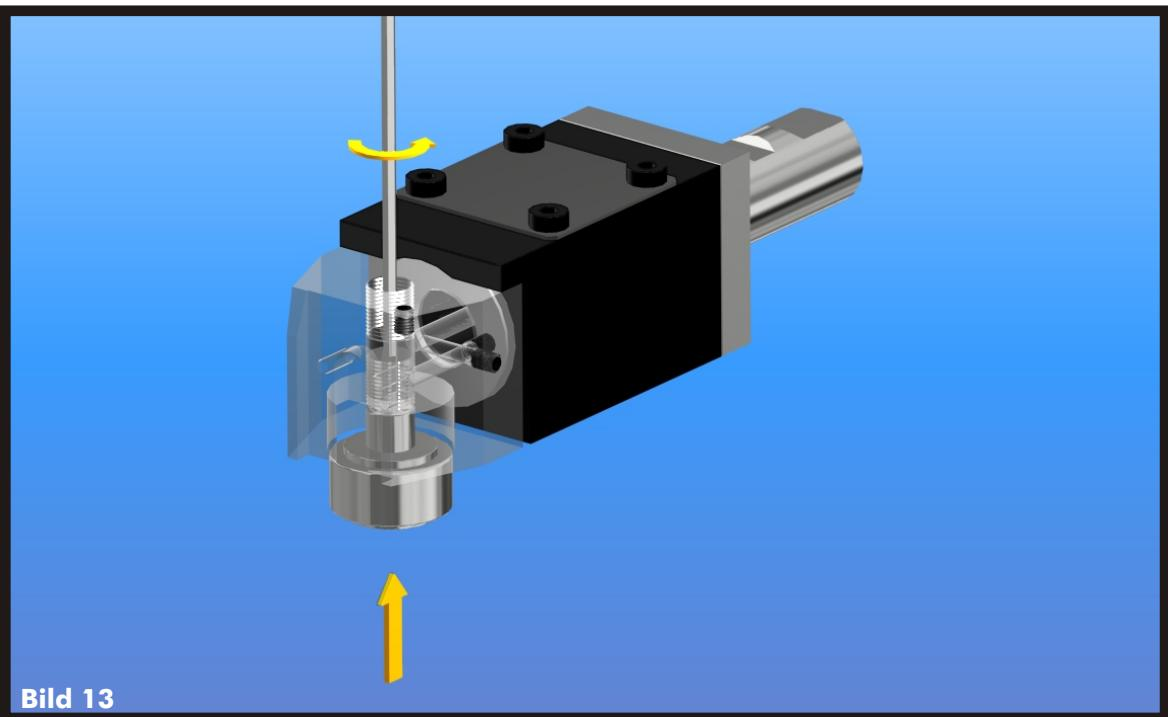

Bild 13
- > Führen Sie die neue Stützrolle von unten in den Halter und drehen Sie diese mit einem Sechskant-Stiftschlüssel fest an (Bild 13).